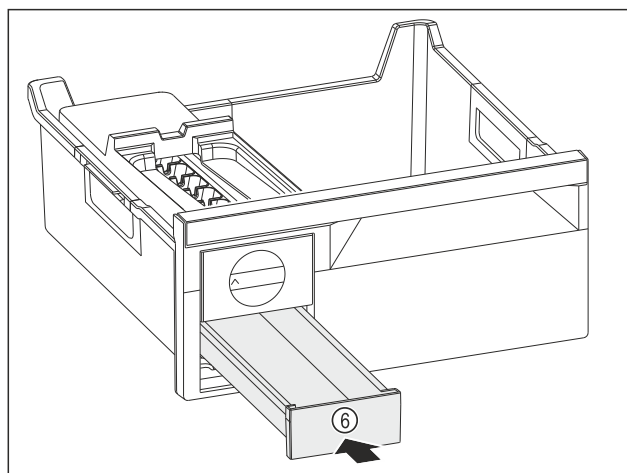

Fig. 82
- Eiswürfelschubfach Fig. 82 (6) einschieben.